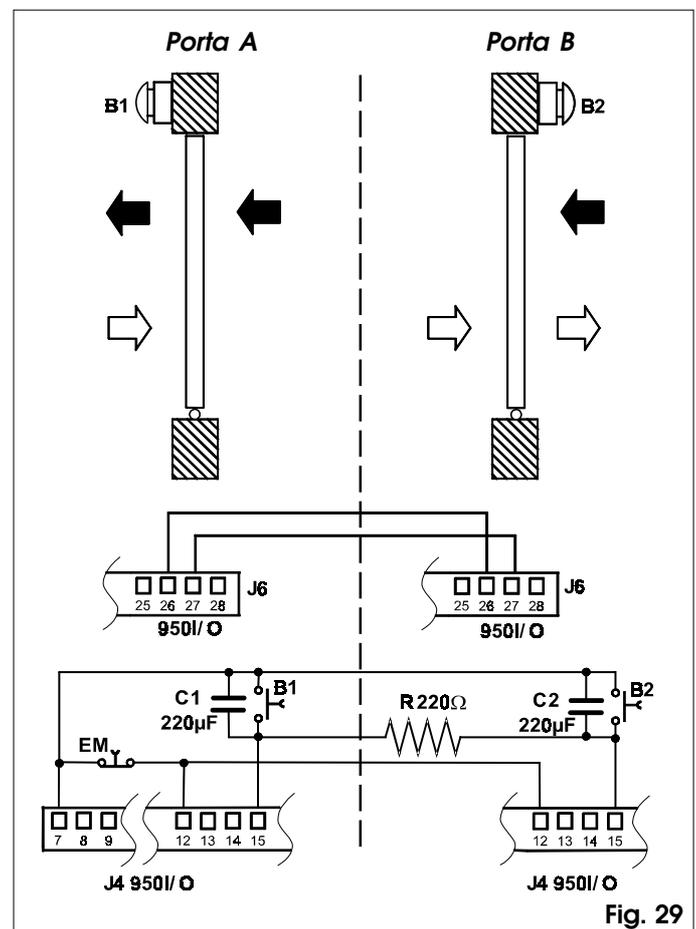

Fig. 29
- Eseguire i collegamenti tra le apparecchiature 950I/O delle due automazioni, dei pulsanti e dei componenti elettronici aggiuntivi come da fig. 29.